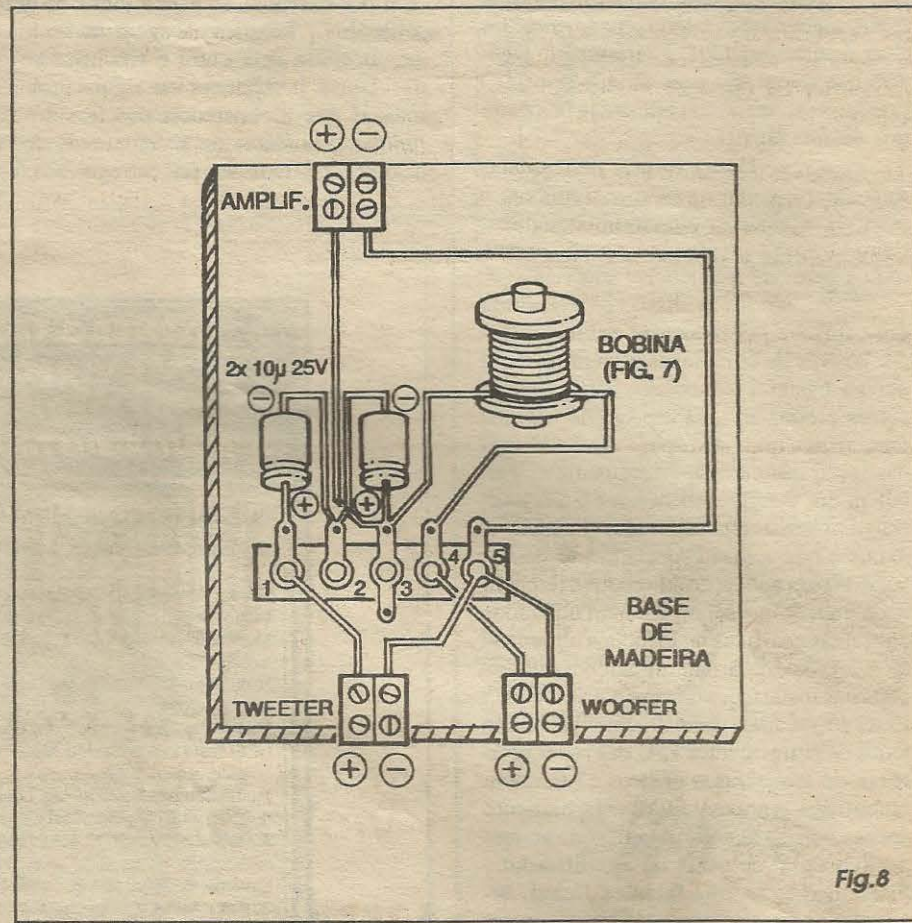

Fig.8
- FIG. 8 - MONTAGEM DO FILTRO/DIVISOR - As ligações deverão ser feitas conforme indica o *chapeado*, mantendo especial atenção quanto à *polaridade* dos